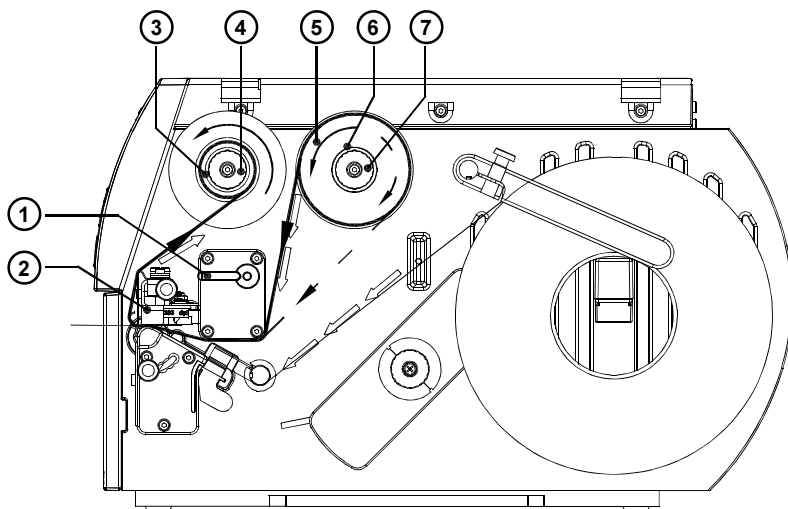

Bild 5
1. Sväng spaken (1) medurs till stopp och lyft därigenom skrivarhuvudet (2).
2. Skjut folierullen (5) till stopp på avlindaren (6).
3. Håll fast folierullen och vrid muttern (7) moturs, tills du kan känna att det tar emot. Därigenom kläms folierullen (5) fast på avlindaren (6).
4. Skjut en foliekärna med lämplig bredd på upplindaren (3) och kläm fast foliekärnan genom att vrida muttern (4) moturs.
5. Lägg in transferfolien enligt bild 5 och klistra fast början av folien med en klisterremsa (t.ex. etikett på foliekärnan. På bild 5 gäller den heldragna linjen för rullar med den belagda sidan inåt, den streckade linjen för rullar med den belagda sidan utåt.
6. Släta ut och sträck folielöpnigen genom att vrida upplindaren (3) moturs.
7. Sväng spaken (1) moturs till stopp. Därigenom spärras skrivarhuvudet (2).